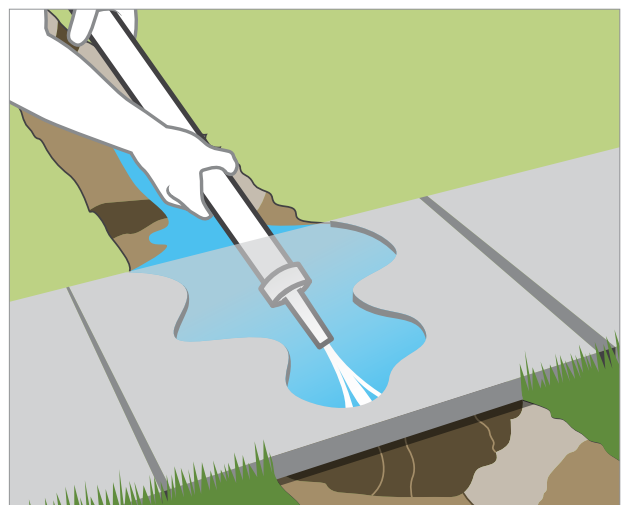

Рисунок 3
5. Установка труб под дорожками или подъездной дорогой. Способ прокладывания потоком воды. С помощью резьбового адаптера «труба-шланг» соедините один конец трубы с огородным шлангом и присоедините небольшой шланговый наконечник к другому концу. Включите воду и направляйте струю под бетон. Рис. 3.